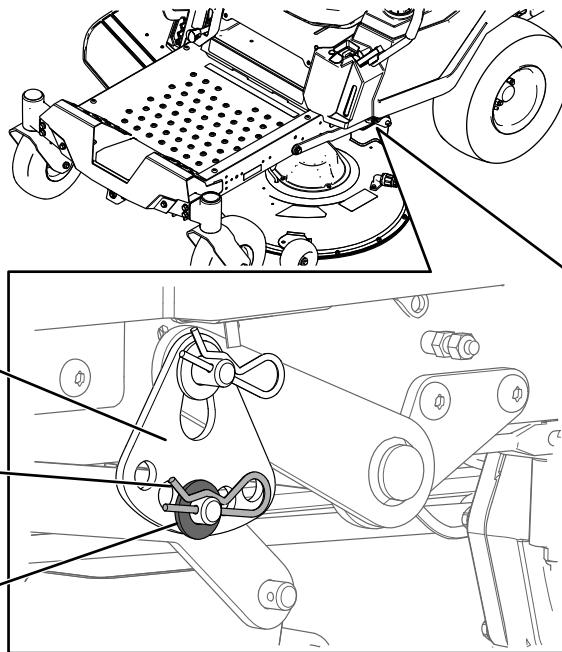

Рисунок 69
- Извлеките шплинт и шайбу из нижнего штифта рычага подъема (Рисунок 69).